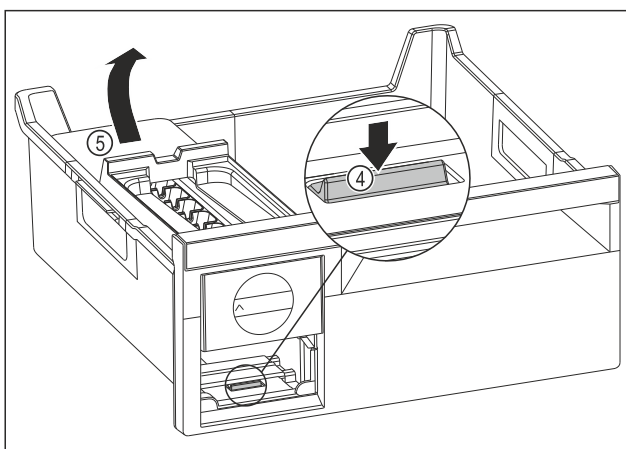

Fig. 131
- ▶ EasyTwist-Ice-corpus wegnemen: Strip Fig. 131 (4) met uw vinger omlaag drukken en gelijktijdig met de andere hand de EasyTwist-Ice-corpus Fig. 131 (5) van achteren optillen.